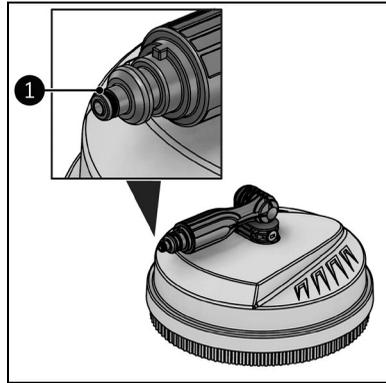

Figure 21
4. Passez de la vaseline sur le joint torique du nettoyeur de sol (figure 21, pos. 1).